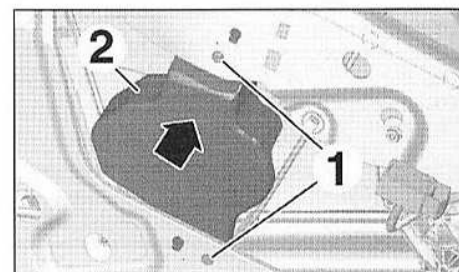

FIG.73
- Percer les rivets (1) à l'aide d'un foret de Ø 8 mm (Fig.73).
- Déposer l'absorbeur (2).